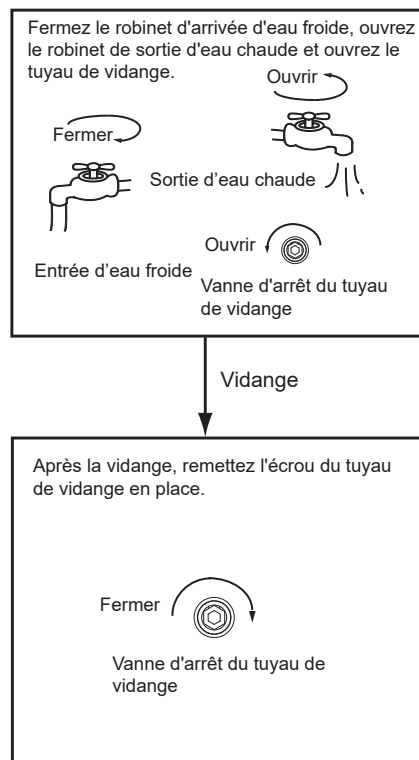

Fig. 4-2
- Vidange : Si l'appareil doit être nettoyé, déplacé, etc., le réservoir doit être vidé. Méthode : Voir Fig. 4-2 :